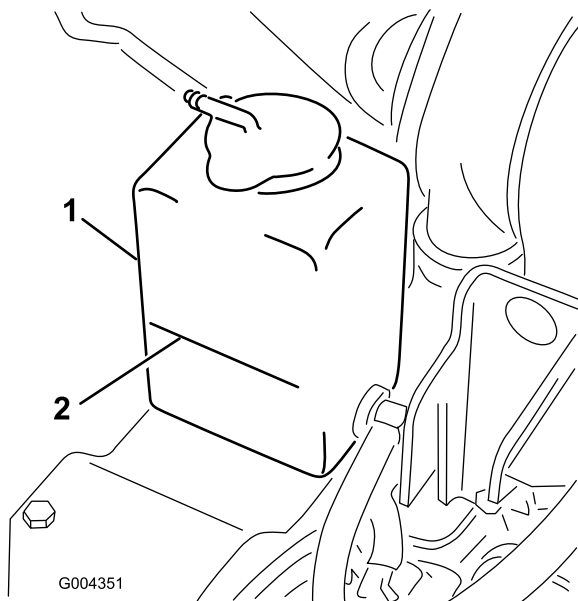

Figure 20
1. Vérifiez le niveau du liquide de refroidissement dans le vase d'expansion (Figure 20).